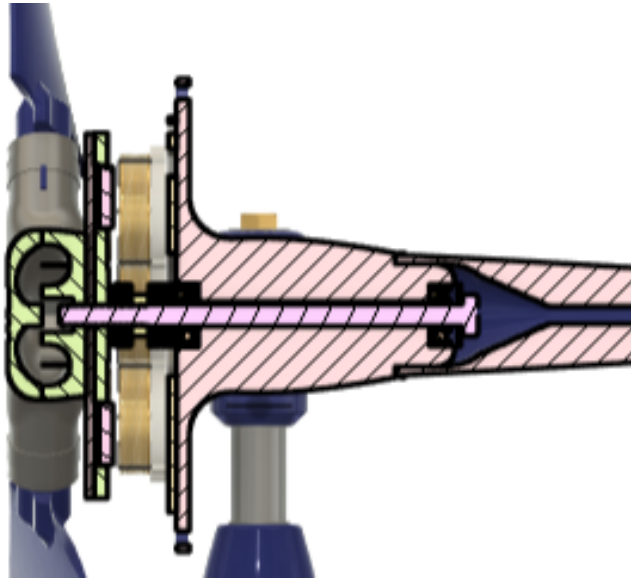

Figura 10. Cabezal, con vista en corte con eje, tuercas y arandelas.
1. El primer paso es ensamblar el rotor, que está compuesto por el eje, el rotor del alternador, los rodamientos y las arandelas espaciadoras. Para esto, hay que colocar los rodamientos en el cabezal y pasar el eje a través del cabezal con las correspondientes tuercas y arandelas, como se muestra en la Figura 10.